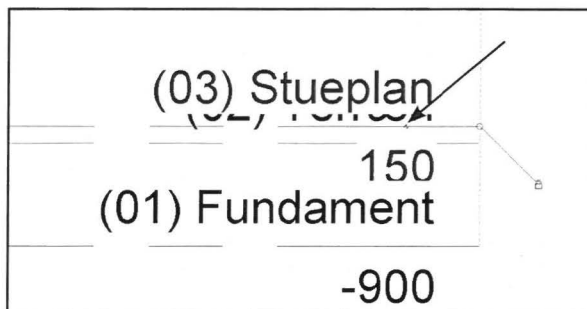

Fig. 04.26. Klik på albuen for at lave knæk på linien og flytte teksten.
- Klik på den lille albue der forekommer på den linie, der er markeret (Fig. 04.26).